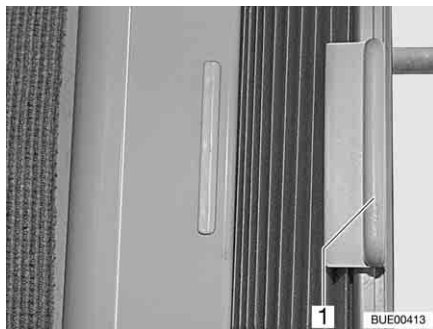

Fig. 35 Estor plegable
- Sujetar el estor plegable por el mango (Fig. 35,1) y correr hacia la izquierda o hacia la derecha.